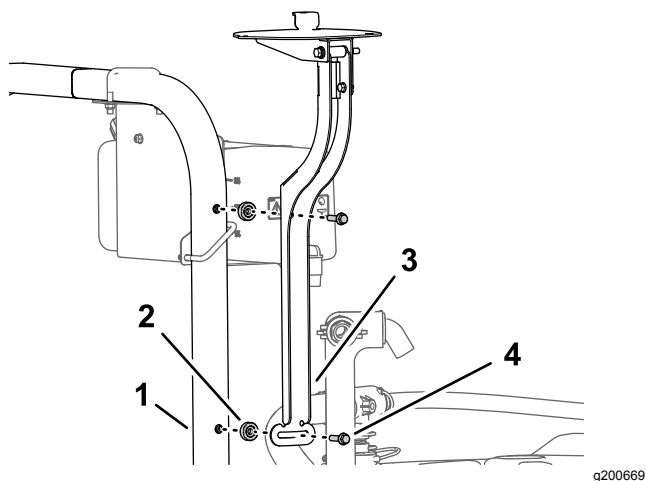

図 154
1. 受信機マウントとスペーサ 3/8 x 7/16 インチを ROPS に取り付けるフランジヘッドボルト 3/8 x 1-1/2 インチで 図 154 のように取り付ける。